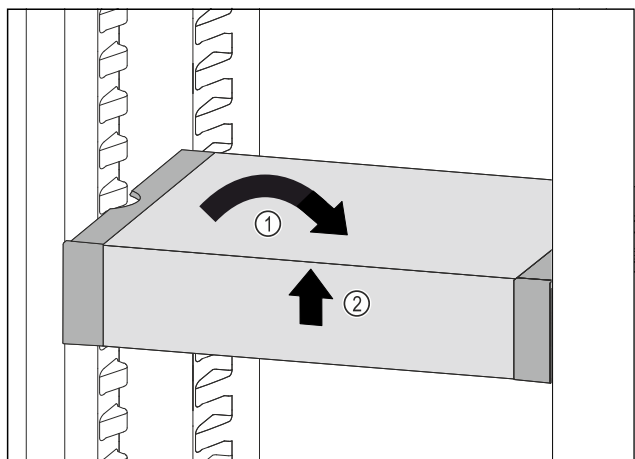

Fig. 149
- ▶ 将 VarioSafe 放平。Fig. 149 (1)
- ▶ 抬起 VarioSafe 前部。Fig. 149 (2)